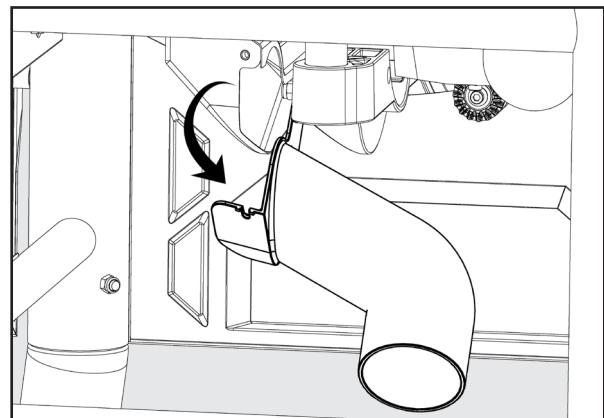

Figure 62
2. Pivotez le capteur de poussière vers le bas et déblayez toute sciure ou copeaux de bois qui pourraient s'y trouver. Voir Figure 62.